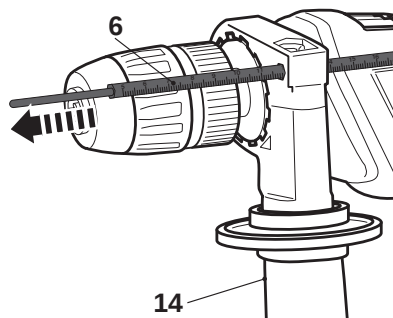

Fig. 4
- > Insérer la butée de profondeur [6] dans le trou comme indiqué. (Fig. 4). Assurez-vous que la partie crantée est située vers le bas.